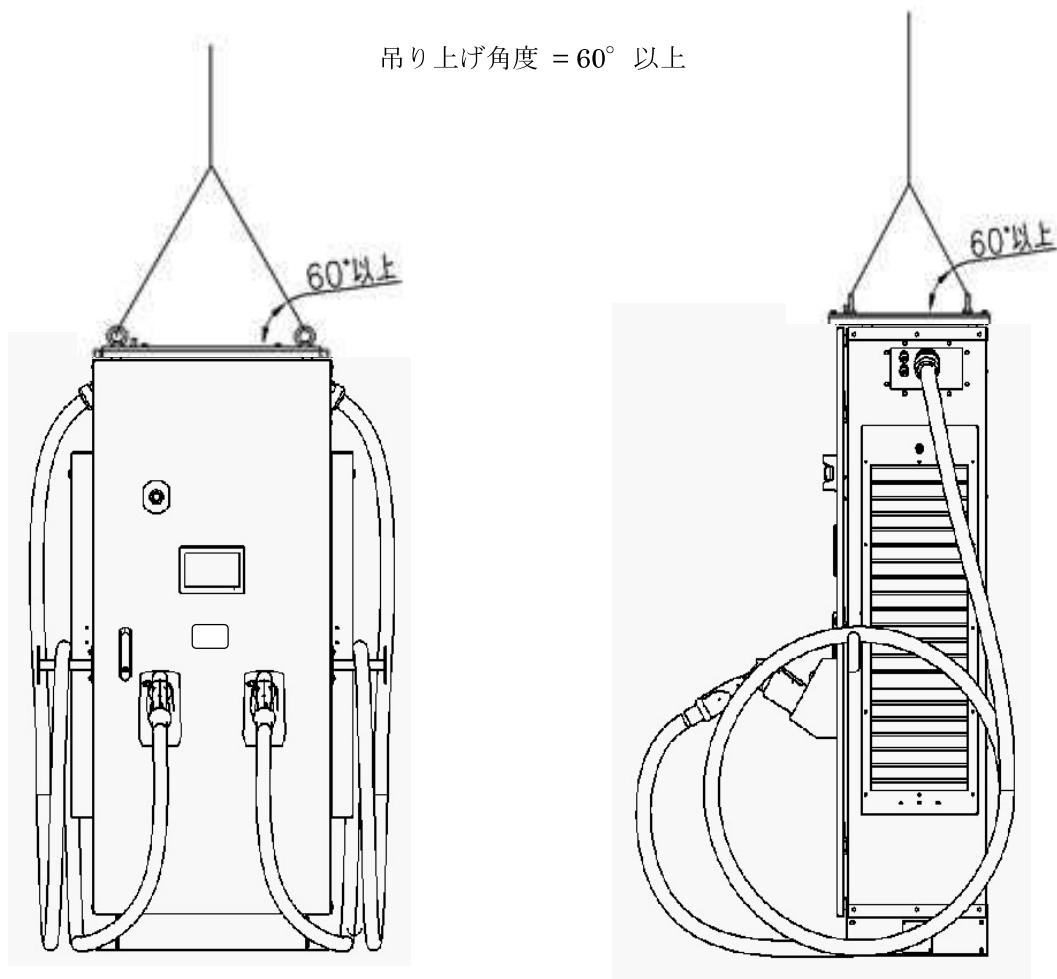

図2. 運搬・吊り上げ例
- (1) 運搬・吊り上げの際には、本体は図2のように天井に取付けてあるアイボルト（M12×4本）を使用して吊り上げてください。
- (2) 吊り上げ用のワイヤーは当社では準備しておりませんので、製品質量 360kg が吊り上げに対し十分な強度を持つワイヤーを選定してください。
- (3) 運搬・吊り上げの際、扉が開いていますと危険ですので必ず施錠してください。